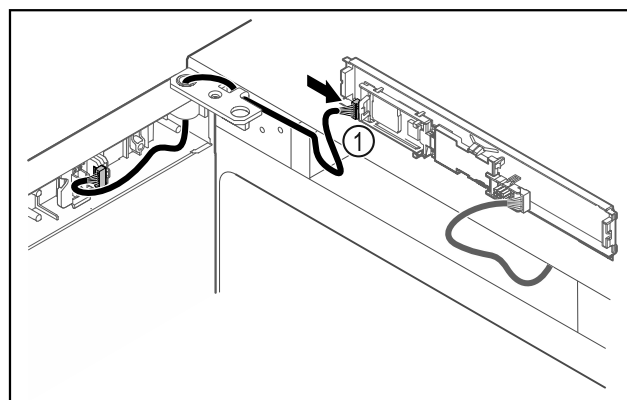

Fig. 43
- Natakните utikač Fig. 43 (1) na tiskanu pločicu.